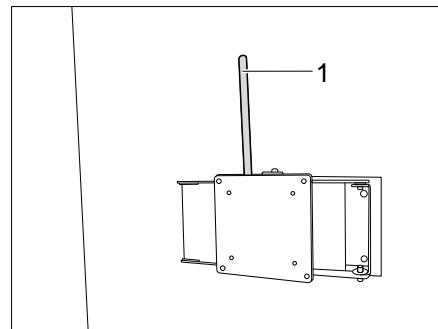

Bild 137 Halterung mit Gelenkarm (Variante 4)
- Am Hebel (Bild 137,1) ziehen.
- Hebel (Bild 137,1) zur Arretierung wieder in Ausgangsstellung zurück schieben.